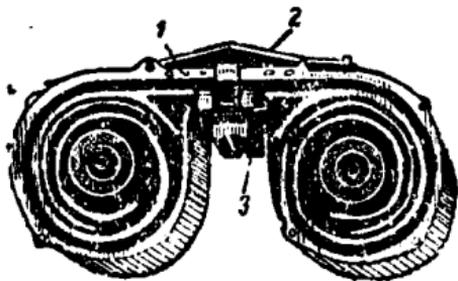

Рис. 16. Магазин на 75 патронов.
Магазин рассчитан на 75 патронов (рис. 16).
2. Взять магазин с патронами (рис. 16) под ремешок так, чтобы красные цифры 0,25 50, 75 были обращены к себе, вставить его горловиной в приемное окно крышки короба, введя сначала переднюю часть, затем энер-